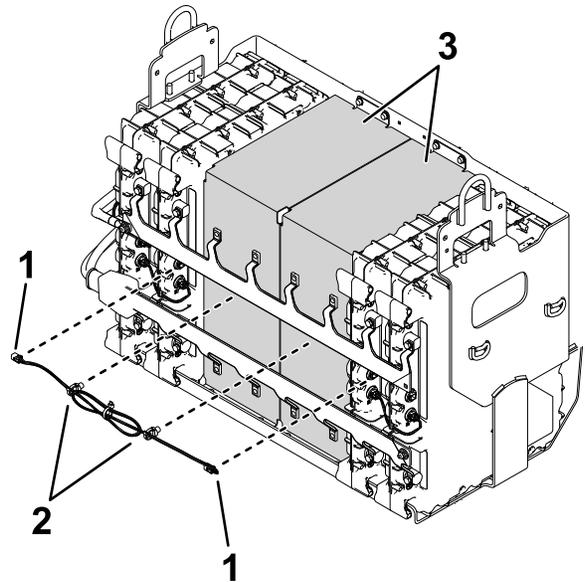

Figure 2
2. Retirez le faisceau de câblage des entretoises de batterie et des batteries (Figure 2).
3. Retirez les entretoises de batterie (Figure 2) du compartiment de batteries.
- B. Installez le faisceau de câblage (montré à la Figure 2) que vous avez retiré à l'opération précédente sur les bornes des batteries étiquetées D1 ; voir la Figure 10.